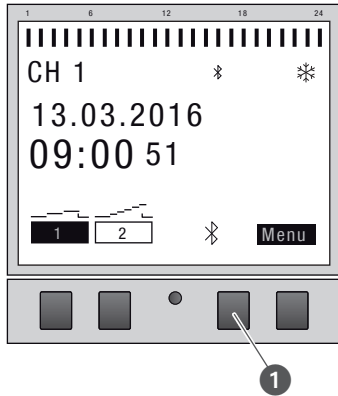

Fig. 24: Activer/désactiver la connexion Bluetooth à l'horloge
1. Pour désactiver la connexion Bluetooth, appuyez sur la touche Bluetooth (fig. 24/①) de l'horloge pendant environ 2 secondes.